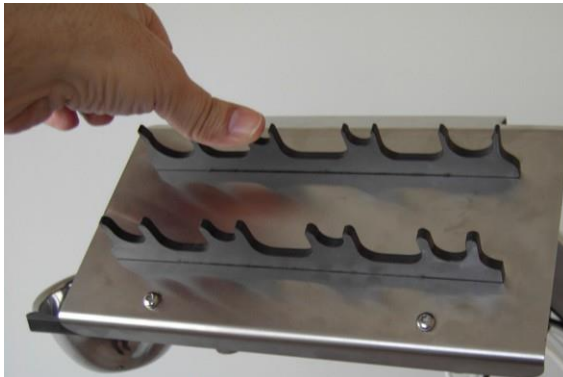

Figure 3-17. Insertion du support supérieur de pièce à main
4. Poussez le support de pièce à main, comme illustré à la Figure 3-17.